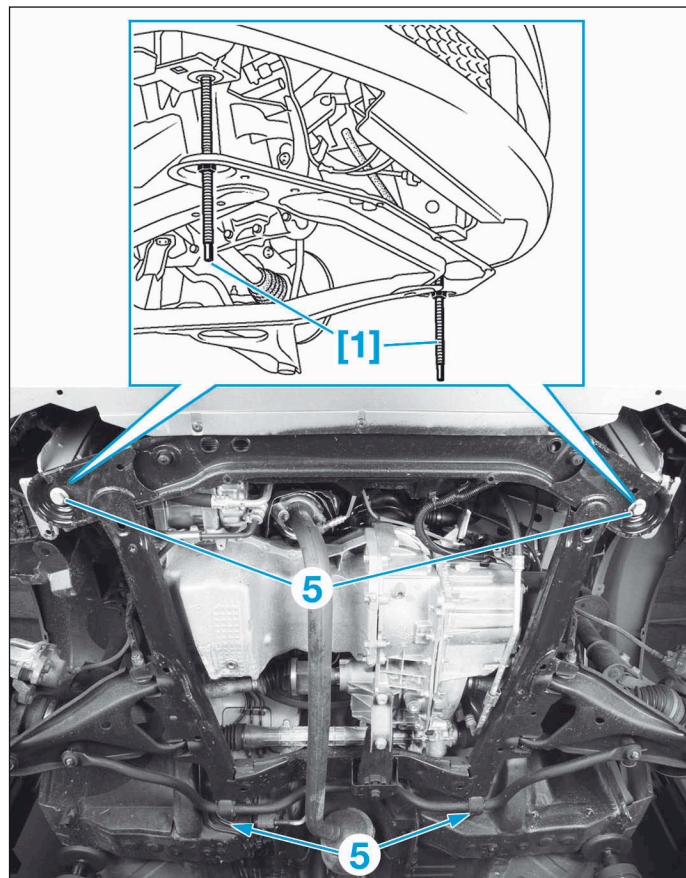

FIG.10
- [1]. Tiges filetées (référence : Tav. 1747) (Fig.10).
- Déposer les vis (5) du berceau sur la caisse (Fig.10).